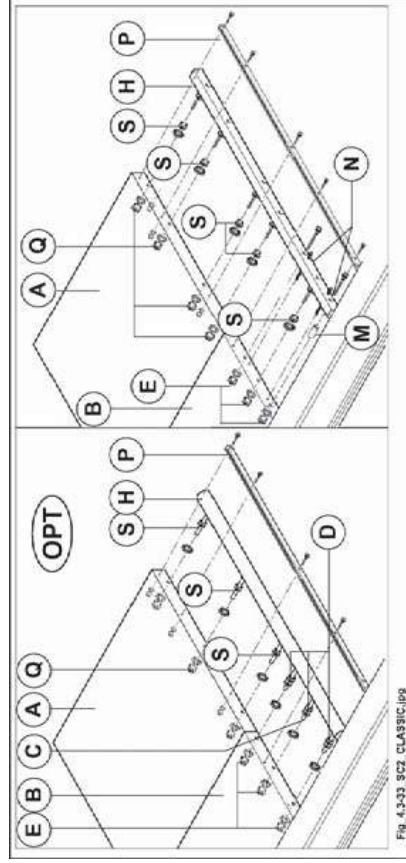

Abb. 4.3-33
die Muttern (D Abb. 4.3-33) nicht lockern, da sie von unseren Technikern für die richtige Positionierung der zylindrischen Führung eingestellt wurden.
- 2) Mutter (E Abb. 4.3-33) anziehen.
- 3) Die Muttern (S Abb.4.3-33) an der zusätzlichen Fläche (A Abb.4.3-33) von Hand anschrauben und achten, daß die Führung (H Abb.4.3-33) dabei nicht verformt wird; abschließend die Muttern (Q Abb.4.3-33) festspannen.
- 4) Kontrollieren Sie, ob die Führung (H Abb.4.3-33) linear ausgerichtet ist und nehmen Sie, falls notwendig, die entsprechenden Einstellungen mit Hilfe der Muttern (S Abb.4.3-33) vor.
- 1) Den Schlauch (P Abb. 4.3-33-1) montieren und mit einem Probesschnitt prüfen, ob die Breite der Platte der Ablesung auf dem Schild (R Abb. 4.3-33-1) entspricht; falls die richtige Stellung eingestellt werden muss, lockert man die Befestigungsschrauben (T Abb. 4.3-33-1) und positioniert dem Schild (R Abb. 4.3-33-1) neu.